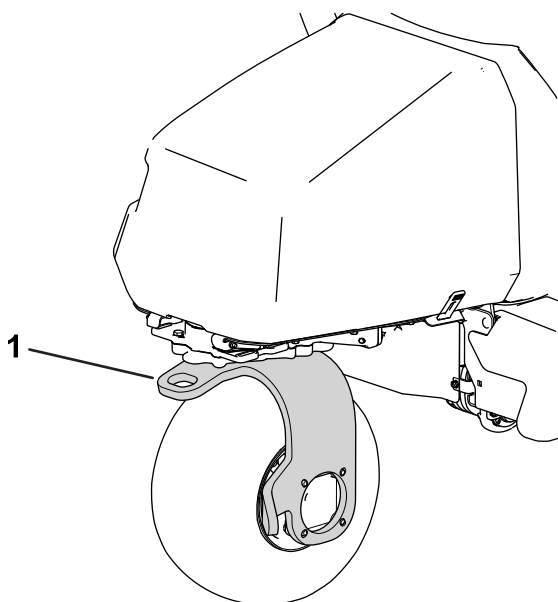

Figura 34
13. Não utilize a forquilha da roda traseira para rebocar a máquina (Figura 34).